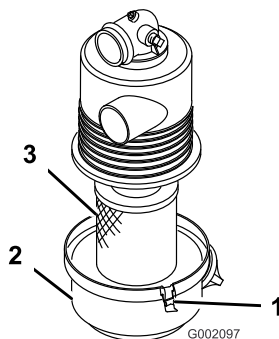

Bild 25
3. Lösen Sie die Laschen, mit denen die Abdeckung am Luftfilterkörper befestigt ist. Trennen Sie die Abdeckung vom Körper ab. Reinigen Sie die Innenseite der Luftfilterabdeckung (Bild 25).
4. Schieben Sie den Filter vorsichtig aus dem Körper heraus, um das Losrütteln von Staub zu minimieren (Bild 25). Vermeiden Sie ein Anstoßen des Filters am Filtergehäuse.